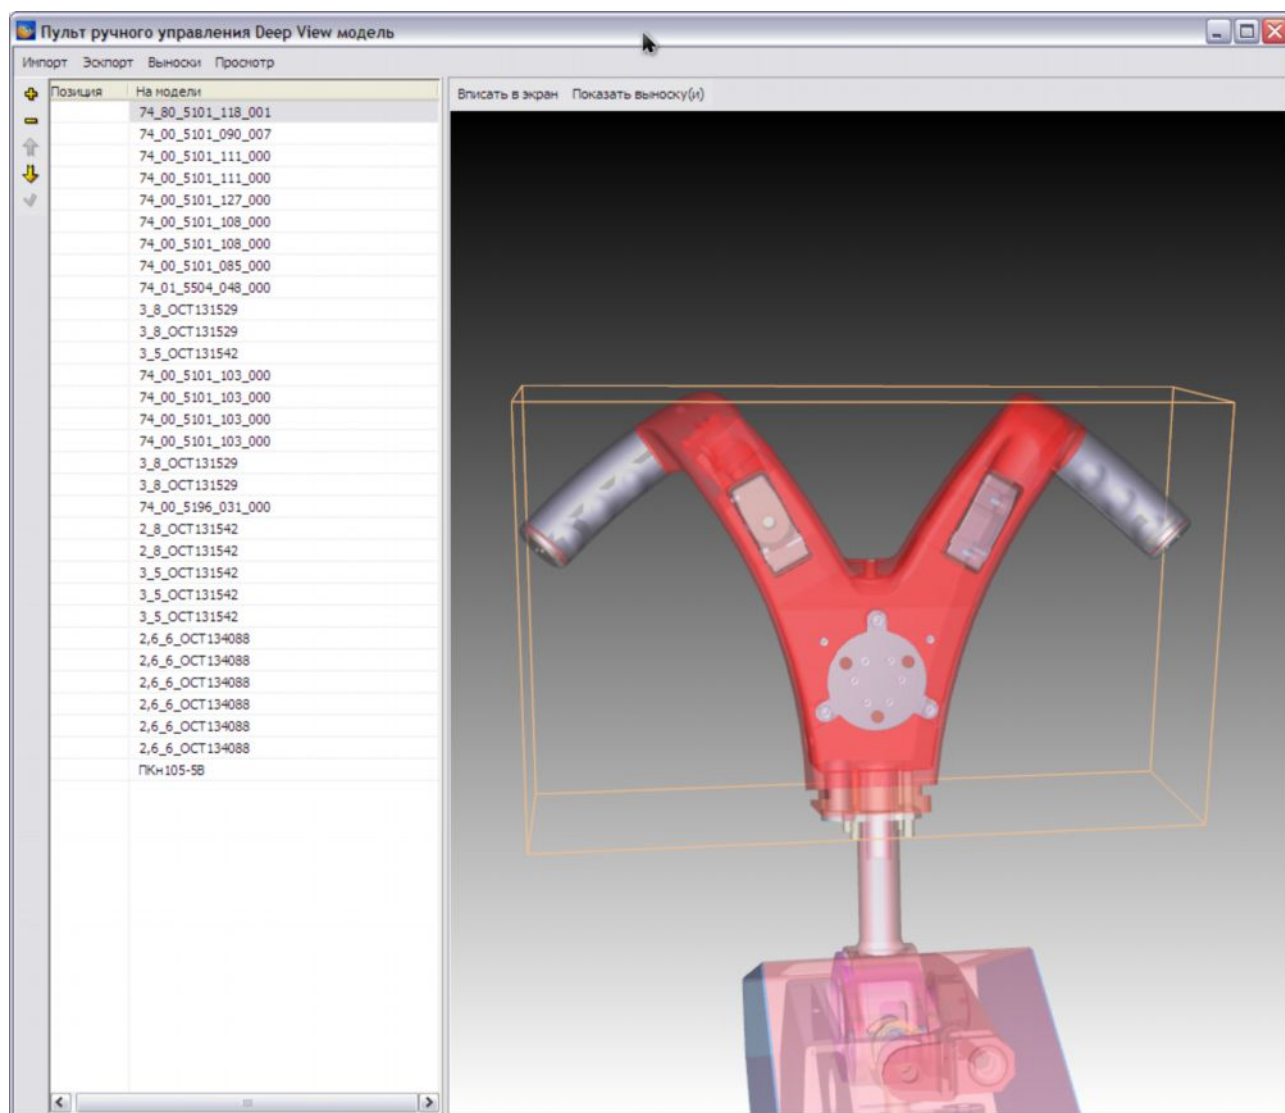

Рис. 4.60
5. Имеется возможность просмотра отдельных элементов сборки. Рассмотрим эту возможность на примере просмотра мини-штурвала. Выделите элемент 74\_80\_5101\_118\_001 (мини-штурвал) щелчком левой кнопки мыши и нажмите на кнопку **Показать выноску (и)**. Результат показан на рис. 4.60.
В 3D модели Deer View RH информация о выносках содержится в таблице (Рис. 4.60):